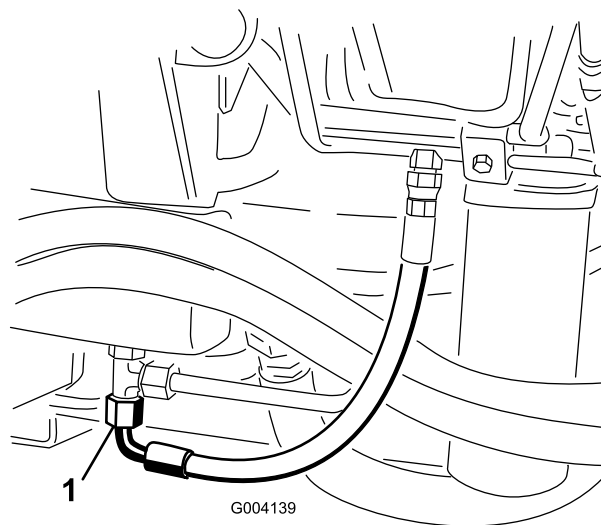

Bild 76
2. Stellen Sie eine große Auffangwanne unter die T-Armatur, die unten am Behälter der Hydraulikflüssigkeit befestigt ist (Bild 76).